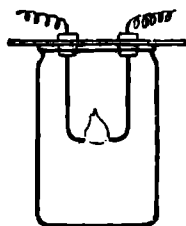

Рис. 150. Горение азота в кислороде.
4. Непосредственное соединение азота с кислородом. Азот может соединиться с кислородом при пропускании через смесь газов электрических разрядов. Для опыта можно воспользоваться воздухом, представляющим смесь, главным образом, азота и кислорода. Если в большую банку ввести проволоки (рис. 150), соединенные с сильной индукционной катушкой (прибор, дающий электрические искры), и пропускать через воздух в банке ряд сильных электрических искр, то между концами проволок наблюдается желтоватое пламя. Это пламя азота, горящего в кислороде воздуха. Воздух в банке постепенно буреет вследствие образования окислов азота (те же окислы получают, если продувать воздух через вольтову дугу).